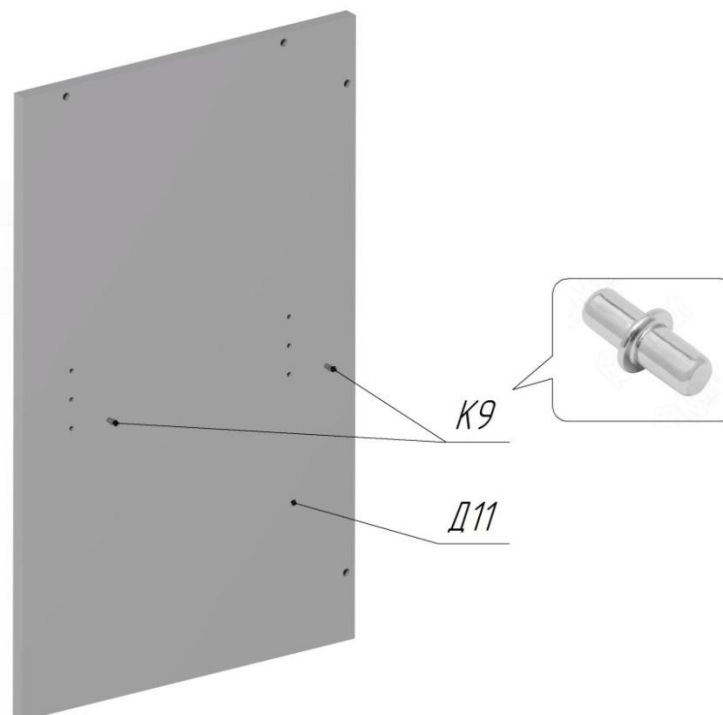

Рисунок 6
8. Вставить в стенку тумбы Д11 полкодержатели К9 (2шт). См.Рис.6.
9. Аналогично вставить полкодержатели К9 (2шт.) в стенку тумбы Д12. См.Рис.6.